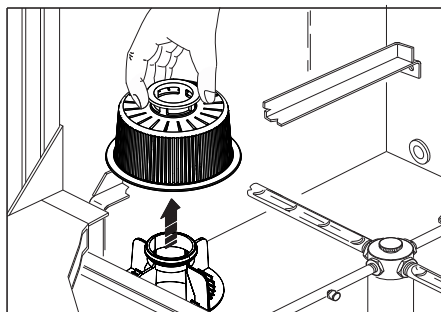

Bild 17
5. Nehmen Sie den Filter der Spülpumpe und andere eventuelle Tankfilter heraus und säubern Sie ihn (Bild 17, Seite 108)